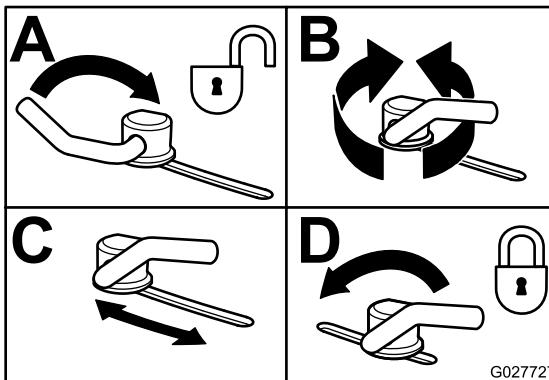

Bild 31
3. Wenn Sie die Haltenocken einstellen möchten, schieben Sie den Hebel nach oben und lösen Sie die Haltenocke (**Bild 31**).
5. Schieben Sie den Hebel zurück, um das Ablenkblech und die Haltenocken festzuziehen (**Bild 31**).